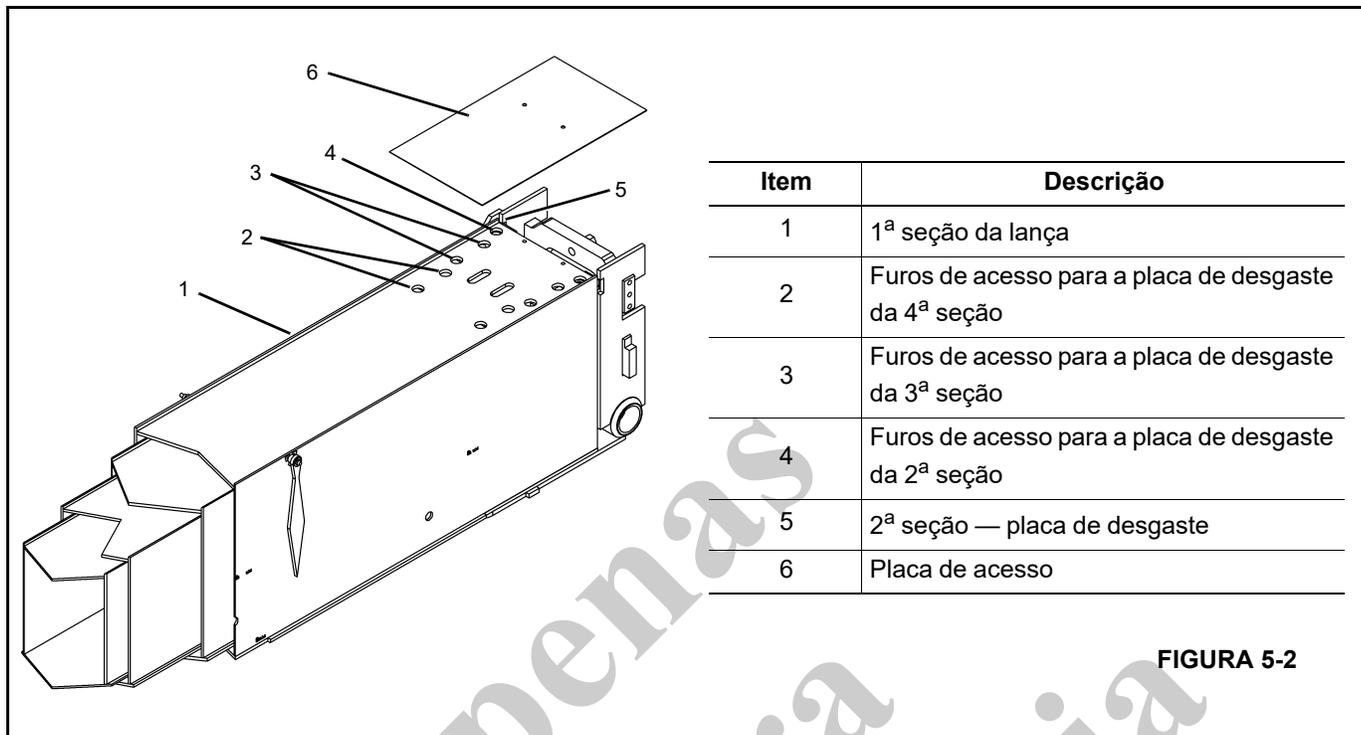

FIGURA 5-2
2. Com a lança totalmente retraída, remova a placa de acesso (6) localizada na parte superior traseira da 1ª seção (Figura 5-2).
3. Aplique graxa às placas de desgaste na parte superior da 2ª seção através dos furos de acesso (4) na 1ª seção com a pistola de graxa (Figura 5-2).
4. Estenda a lança para alinhar os furos de acesso na 2ª seção (3) às placas de desgaste na 3ª seção. Aplique graxa com uma pistola de graxa nas placas de desgaste da 3ª seção.
5. Estenda a lança para alinhar os furos de acesso (2) na 3ª seção às placas de desgaste na 4ª seção. Aplique graxa com uma pistola de graxa nas placas de desgaste da 4ª seção.